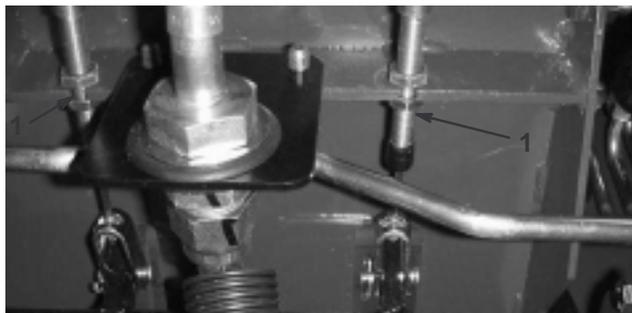

Figure 50
- Desserrez l'écrou avant sur l'extrémité fileté du câble de frein (Fig. 50).